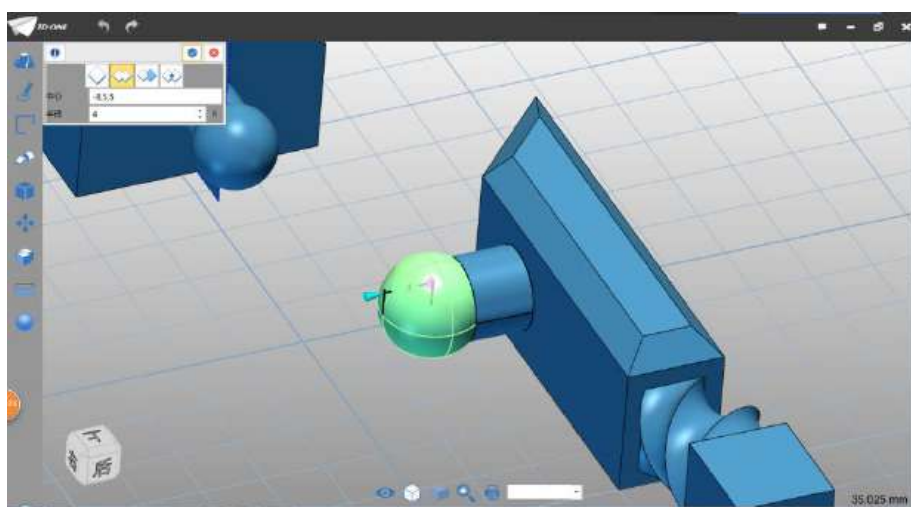

图 3-32
Step 32 点击确定按钮，选择球体命令，中心点选上步骤拉伸圆柱端面的圆心，半径设为 4，布尔运算设为加运算，如下图 3-32 所示：